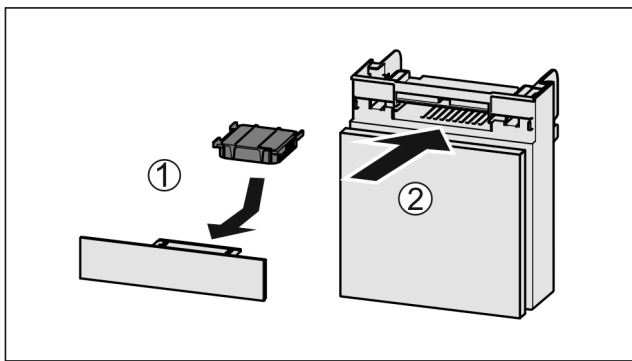

Fig. 198
- ▶ Aktivkohlefilter nach Abbildung einsetzen Fig. 198 (1).
- ▶ Fach einschieben Fig. 198 (2).